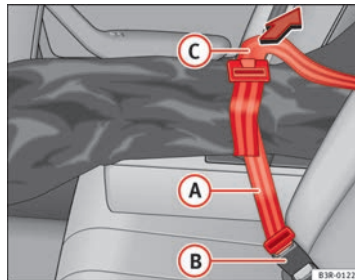

Abb. 117 Sicherung des Durchladesacks am mittleren Gurtschloss der Rücksitzbank
- Den Sicherungsgurt (A) ⇒ Abb. 117 des Sackes in das mittlere Gurtschloss (B) stecken.
- Ziehen Sie den Sicherungsgurt am freien Gurtende (C) straff.